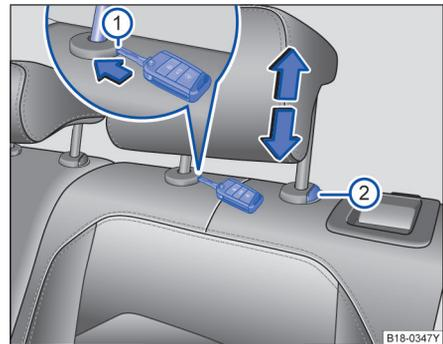

图 72 拆卸和安装后排头枕
- 将打开的车辆钥匙头插入护套的槽内→图 72 ①。
- 同时按压按钮②，另一人将头枕完全拔出。